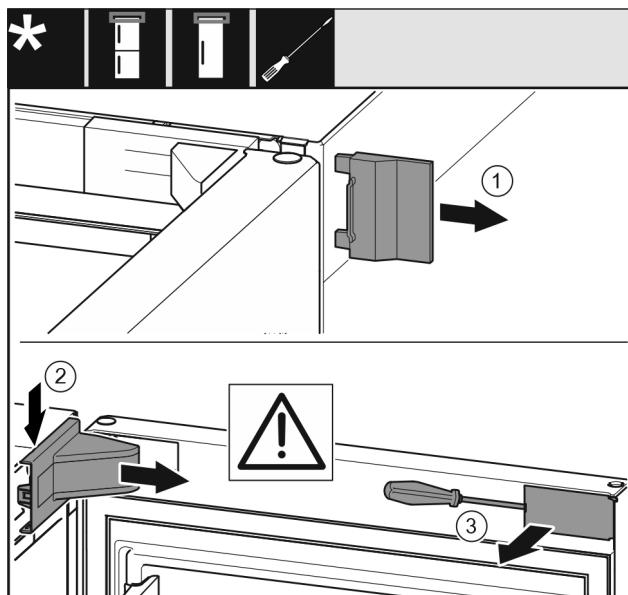

Fig. 7
- Snemite zunanj pokrov Fig. 7 (1).
- Snemite in odstranite pokrov ležajnega podstavka Fig. 7 (2).
- S ploščatim izvijačem sprostite zaslono Fig. 7 (3) in jo obrnite na stran.